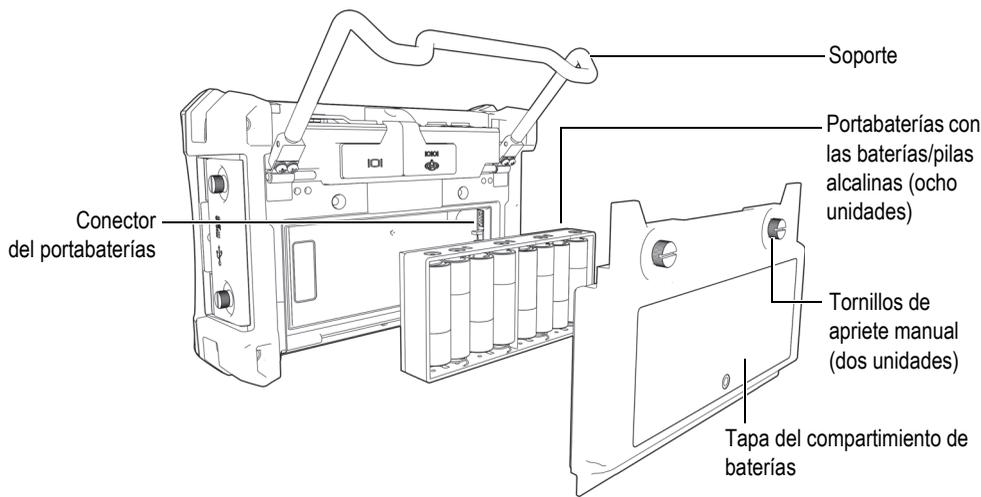

Figura 1-12 Portabaterías para pilas alcalinas
1. Levante el soporte del equipo (vea la Figura 1-12 en la página 41).